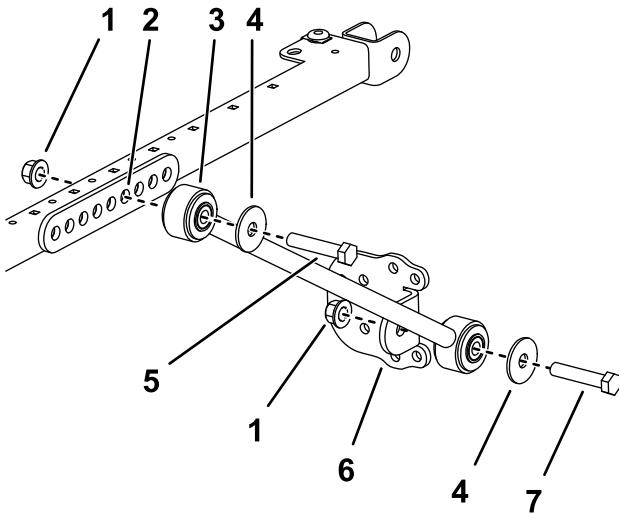

Figura 20
12. Su ciascun lato del telaio del parasole montate, senza serrarla, una biella sul quarto foro del supporto di montaggio dell'ancoraggio con 2 bulloni (1/2" x 2 3/4") e 2 dadi flangiati (1/2"), come illustrato nella Figura 20.
13. Montate, senza serrarla, una staffa di ancoraggio su ciascun supporto di ancoraggio con un bullone (1/2" x 2 1/2"), una rondella (1/2") e un dado flangiato (1/2"), come illustrato nella Figura 20.